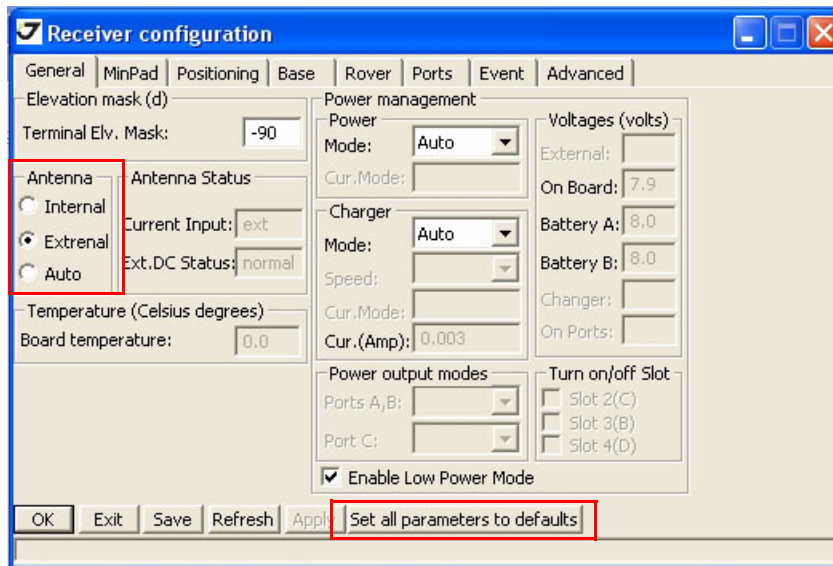

Рисунок 3-7. Set all parameters to defaults
- В закладке *General* нажмите кнопку *Set all parameters to defaults* и установите параметр *Antenna* в значение *Auto*, *Internal* или *External*, если используется внешняя антенна (Рисунок 3-7).